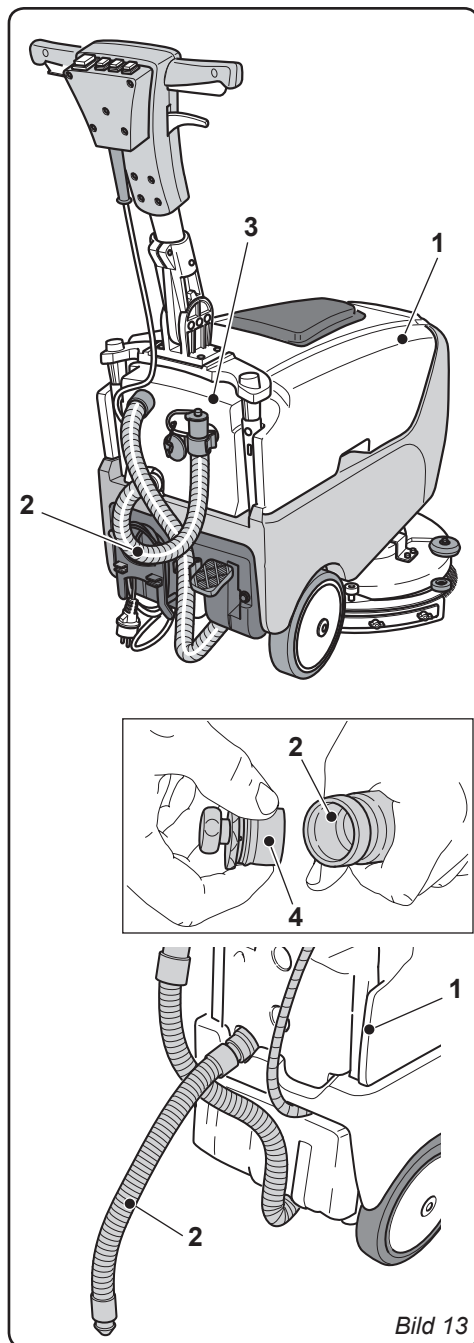

Bild 13
10.1 TÖMNING AV RETURVATTNET (Bild 13)